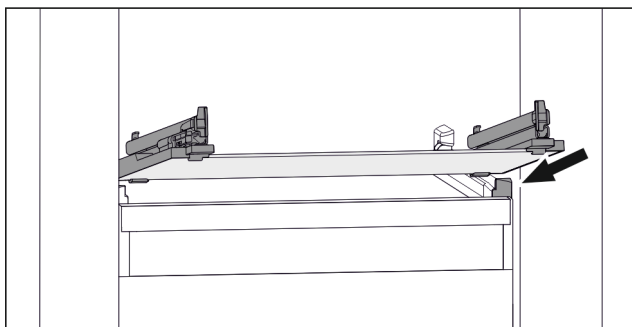

Fig. 99 Reprezentare exemplificativă a plăcii de sticlă
- ▶ Așezați placa de sticlă oblic în spatele opritoarelor. (vezi Fig. 99)